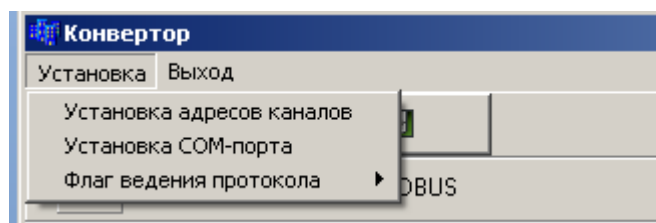
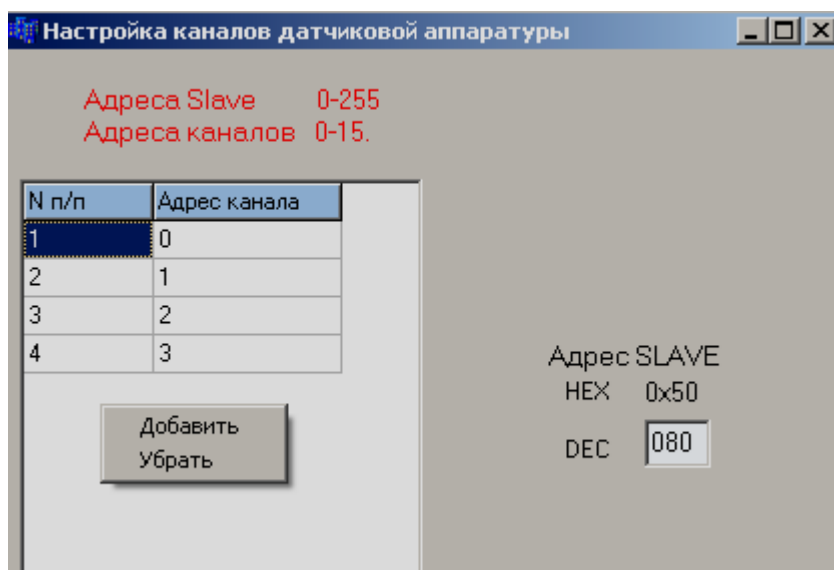

Рисунок 5
Рисунок 8
- 2.1 Для работы необходимо выбрать порт подключения системы (система должна быть подключена к порту ПК) и виртуальный порт для связи с ПО оборудования с протоколом «Кедр» (приложение А) . Выбрать опцию «Установка СОМ-порта» (рисунок 5) и активировать её. На экране появится форма представленная на рисунке 6. В данном примере «Com5» - порт подключения системы , а «Com26» - виртуальный порт com0com (второй порт виртуальной пары – «Com27» должен использоваться для подключения ПО оборудования). После выбора портов подключения нажать на кн. «Применить» и затем на кн. «Выход».
- 3.1 Выбрать опцию «Установка адресов каналов» (рисунок 5) и активировать её. На экране появится форма представленная на рисунке 7. С помощью правой кл.мыши активировать опцию «Добавить» (рисунок 8) в результате в таблице адресом появится новая строка (рисунок 9), которая заполняется с помощью клавиатуры (рисунок 10). Аналогично заполняется поле адреса SLAVE. По окончании настройки последовательно нажать на кн. «Сохранить» и «Выход». Для входа в настройки каналов можно использовать и кн. «Установки по группам» (рисунок 11).